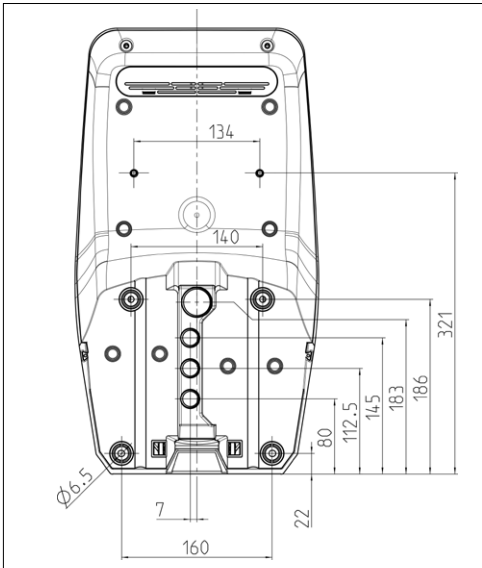

Abb. 12: Bohrmaße [mm]
Bei einer Unterputzverlegung muss die Position der Versorgungsleitung anhand der mitgelieferten Bohrschablone oder der Abbildung "Abb. 12: Bohrmaße [mm]" vorgesehen werden.
- ▶ Befestigungsbohrungen anhand der mitgelieferten Bohrschablone oder der Abbildung "Abb. 12: Bohrmaße [mm]" anzeichnen.